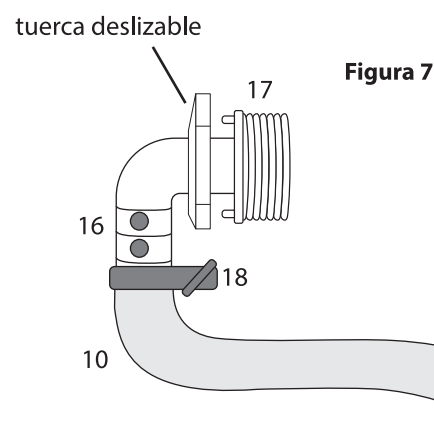

Figura 7
- B - Remueva la tuerca deslizable que sostiene la "boquilla de riego" en su lugar de la boquilla de impulsión más cercana al extremo poco profundo. Remueva la boquilla de riego direccional. Inserte el conector acodado para manguera (16) a través de la tuerca deslizable. Este es su adaptador de impulsión. (Figura 7)